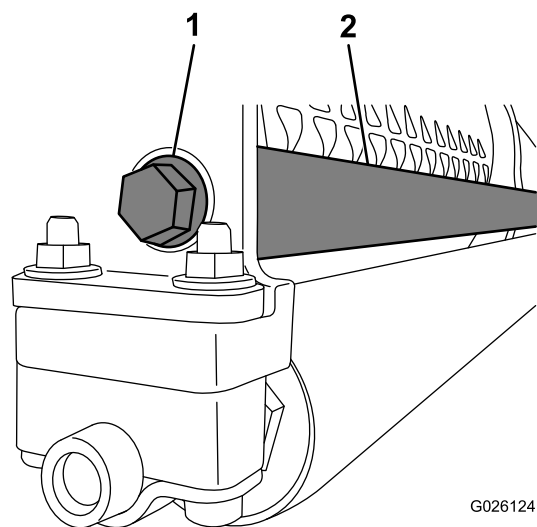

Figure 5
4. Fixez l'extrémité filetée de la barre contrepoids au cadre à l'aide d'un boulon à embase (Figure 5).